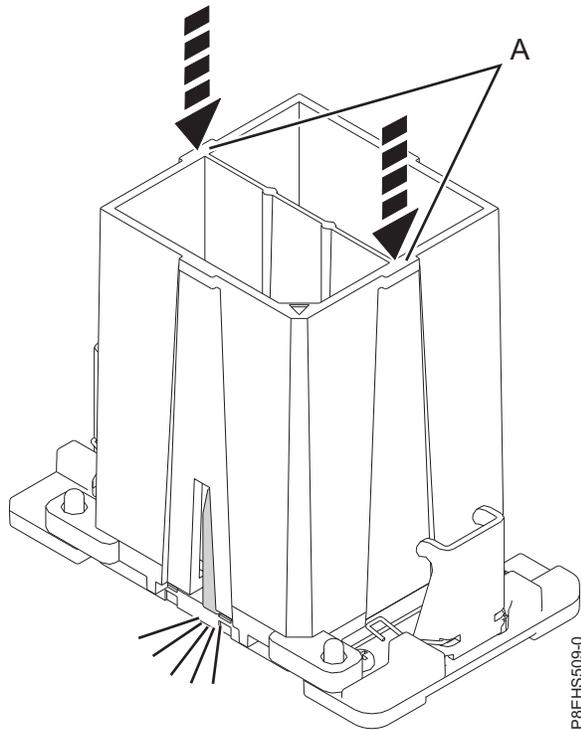

Figura 73. Bloqueando o módulo de processador do sistema na ferramenta
- c. Com a ferramenta de remoção (A) assentada na parte superior do módulo de processador do sistema, empurre para baixo na ferramenta para bloquear o módulo de processador do sistema na ferramenta, conforme mostrado em Figura 73 na página 75. Certifique-se de que ambos os encaixes da ferramenta sejam bloqueados no módulo de processador do sistema. Não pressione as guias de liberação azuis até que seja instruído a fazer isso mais tarde.